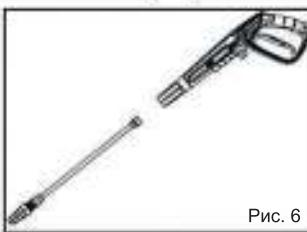

Рис. 6
5. Установите на пистолет распылительную насадку (рис. 6).